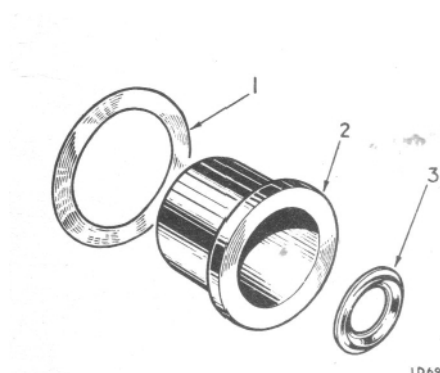
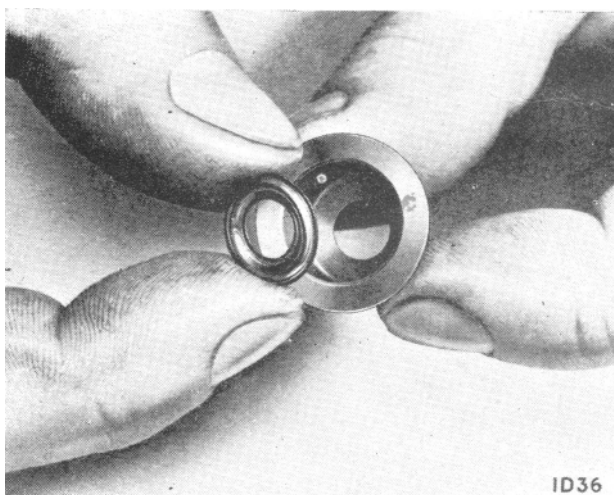

Fig. 65 Ecran thermique
Fig. 66 Rondelle de l'écran thermique
Ecran de chaleur (Fig. 65)
Un écran de chaleur comprenant une rondelle en cuivre (1) Fig. 65 un écran (2) et une rondelle rainurée (3) se trouve placé dans chaque alésage d'injecteur de la culasse.
1. Nettoyer chaque écran de chaleur et poser une rondelle en cuivre neuve (1 - Fig. 65).
2. Poser dans chaque écran de chaleur une rondelle rainurée neuve (3 - Fig. 65) la partie concave tournée vers le fond (Fig. 66).